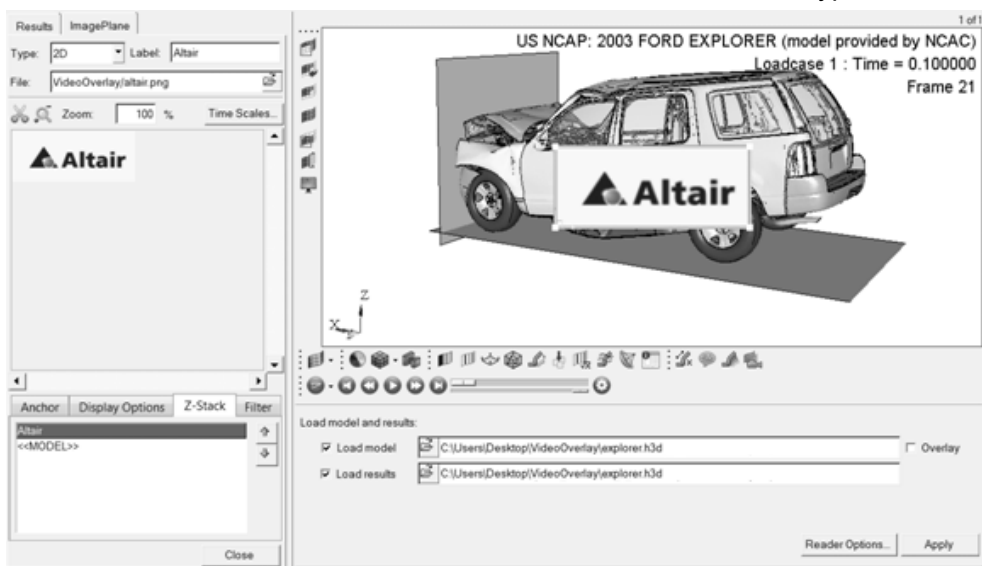

图 13-70 将图片置于上层
- (8) 注意到图片处于不可见的状态, 因为该图片被置于动画的下层。激活 Image Plane 对话框中的 Z-Stack 标签, 选中图片 Altair, 单击箭头 () 按钮, 将图片置于向上一层, 如图 13-70 所示。